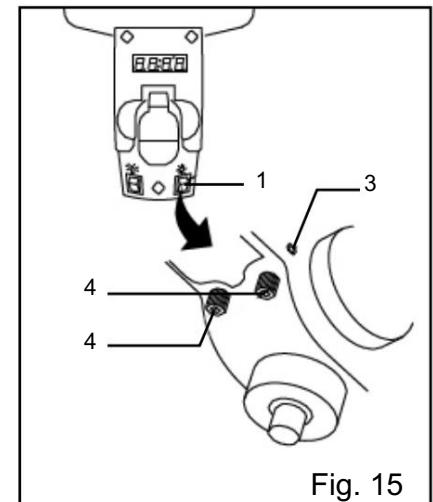

Fig. 15
3. Placez une équerre combinée (Fig. 15 - 5) (non incluse) sur la table comme indiqué, en plaçant le bord droit long de l'équerre combinée contre le foret. Assurez-vous que le foret est parallèle/aligné exactement sur le bord droit de l'équerre.
RÉGLAGE DU LASER (FIG. 15 & 16)
2. Tournez l'interrupteur laser (Fig. 15 - 1) sur la position ON.
a. À l'aide de la clé hexagonale de 3 mm fournie, tournez les vis de réglage du laser (Fig. 15
b. Faites pivoter le boîtier de la lumière laser (Fig. 15 - 4) jusqu'à ce que les deux lignes laser se croisent à l'endroit où la perceuse rencontre la pièce.
5. Resserrez les vis de réglage (Fig. 15 - 3).